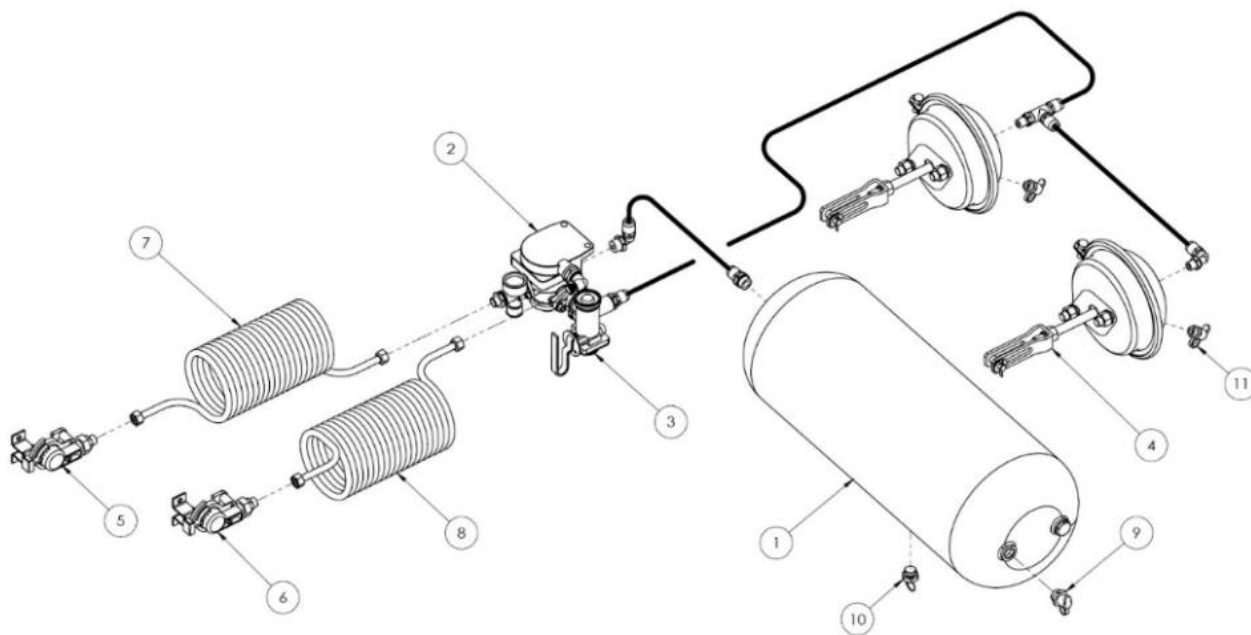

Рисунок 7. Пневматическая двухконтурная тормозная система
- двухконтурная пневматическая система (рис. 7),